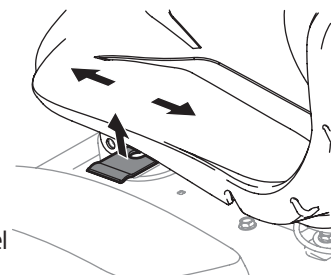

Figura 11
- Suelte la palanca de ajuste. Asegúrese de que el asiento esté fijo en su posición antes de operar el tractor. Consulte la Figura 11.